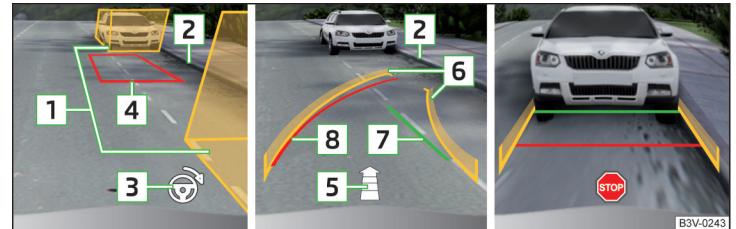

Abb. 265 Bildschirmanzeige
- Das Fahrzeug so anhalten, dass sich kein Hindernis in der Lücke zwischen den Hilfsboxen **[1]** » **Abb. 265** befindet und die hintere Box nicht über die seitliche Begrenzung der Parklücke (z. B. Bordstein) **[2]** hinausreicht.